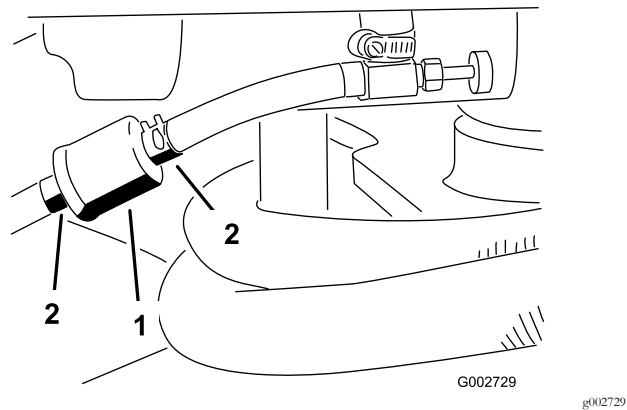

图30
1. 关闭燃油切断阀拧松滤芯化油器侧的软管夹然后从滤芯上拔下燃油管线图30。